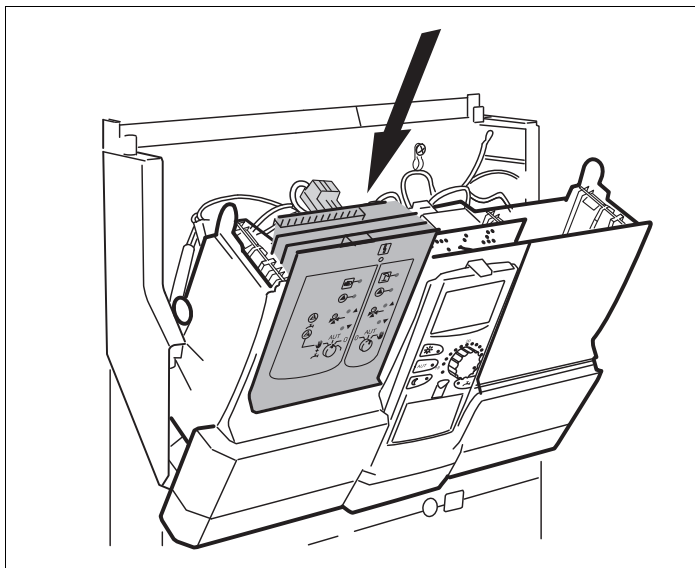

Fig. 6 Inserir o módulo
- Inserir o novo módulo ao pressionar a barra da sonda na slot livre, a partir de cima (→ Fig. 6, página 15), até este encaixar claramente.
- Inserir o novo módulo ao pressionar a barra da sonda na slot livre, a partir de cima (→ Fig. 6), até este encaixar claramente.